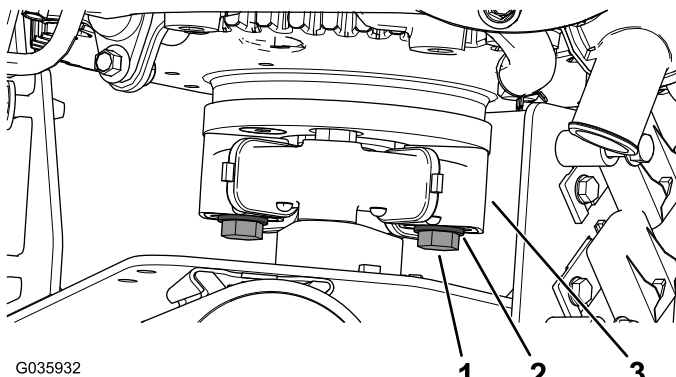

Figure 4
5. Retirez les 2 boulons et les 2 rondelles du coupleur (Figure 4).